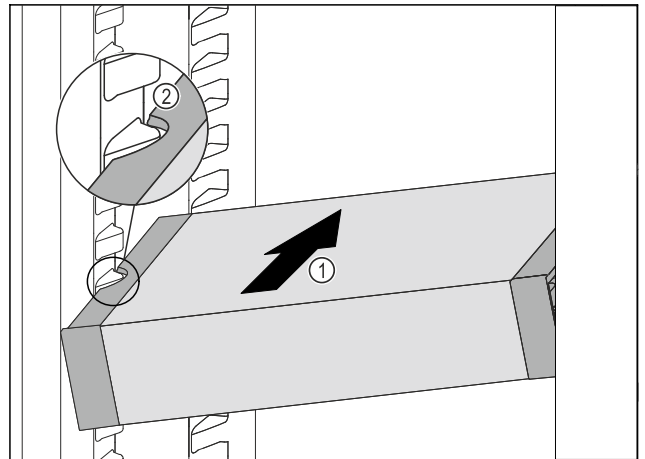

Fig. 88
- Inserire VarioSafe ad angolo nel vano frigorifero Fig. 88 (1), fino a quando le cavità laterali Fig. 88 (2) di VarioSafe non si trovano al livello della nervatura del contenitore nel vano frigorifero.